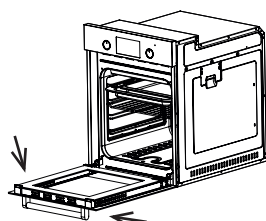

Рис. 1
1. Откройте дверцу, установив её в горизонтальное положение. Нажмите на пластиковые защелки с левой и правой стороны дверцы (Рис. 1).